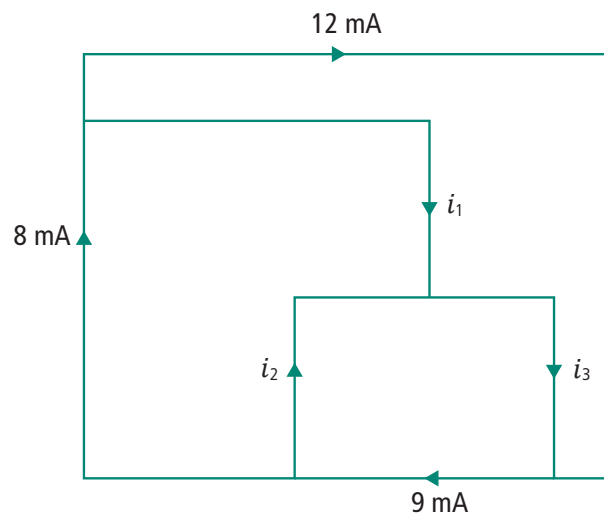

Figura 7.11: Representação de correntes para uso da Lei de Kirchhoff das Correntes
2. Use a lei dos nós para obter as correntes i_1 , i_2 e i_3 no circuito mostrado na Figura 7.11.